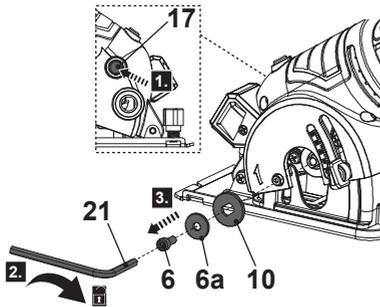

Fig. 1
2. Bloquear o fuso premindo o botão de bloqueio do fuso (17) (Fig. 1, passo 1).
3. Manter o botão de bloqueio do fuso (17) premido e desapertar o parafuso de bloqueio (6) no sentido dos ponteiros do relógio com a chave hexagonal (21) fornecida (Fig. 1, passo 2).
4. Retirar o parafuso de bloqueio (6), a arruela (6a) e a flange de fecho (10) do fuso (Fig. 1, passo 3).